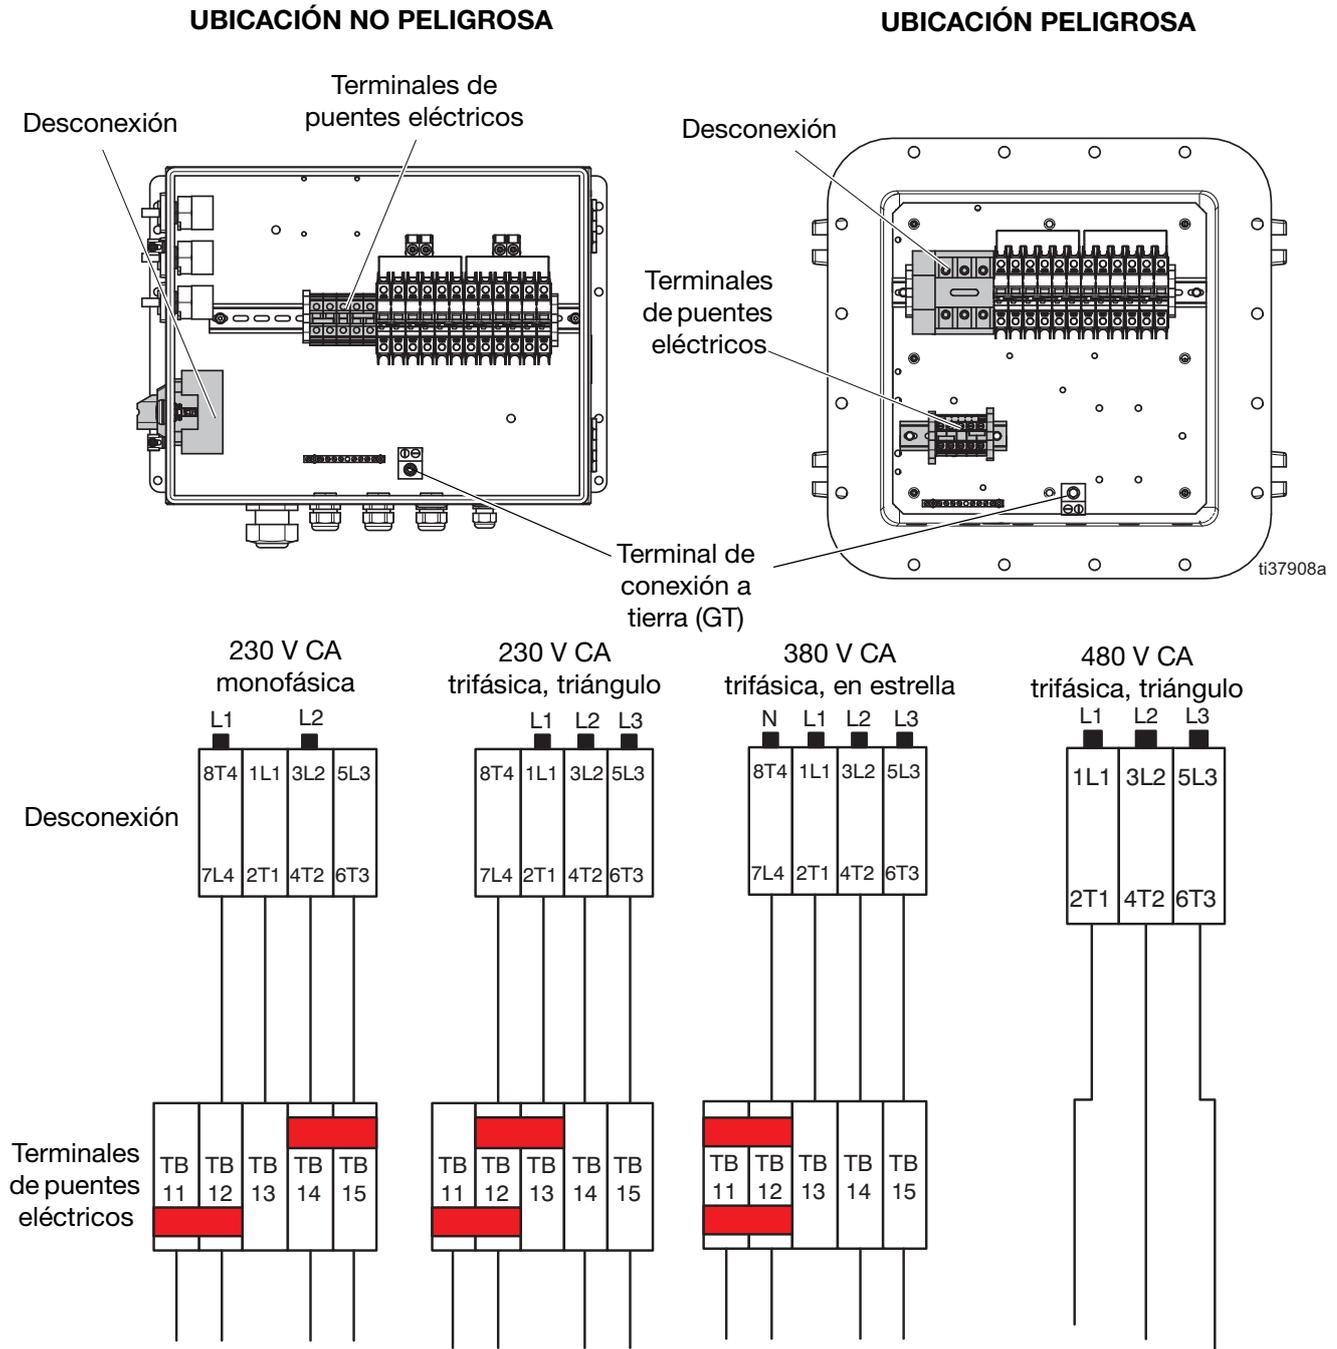

Fig. 7: Diagrama de cableado de XM
4. Conecte el cable de tierra al terminal de conexión a tierra (GT). Consulte la FIG. 7, página 30.
5. Conecte el cable de alimentación a la desconexión como se muestra en la FIG. 7, página 30. Apriete los conductores a un par de 6,2 N•m (55 lb-pulg.). Tire suavemente de todas las conexiones para verificar que estén bien fijadas.
6. **Solo ubicaciones no peligrosas:** apriete el casquillo de alivio de tensión (BH).
7. Instale los terminales de los puentes eléctricos suministrados en las posiciones mostradas en la FIG. 7, página 30.
8. Verifique que todos los elementos estén bien conectados como se muestra en la FIG. 7, página 30 y, después, cierre la puerta de la caja de conexiones.